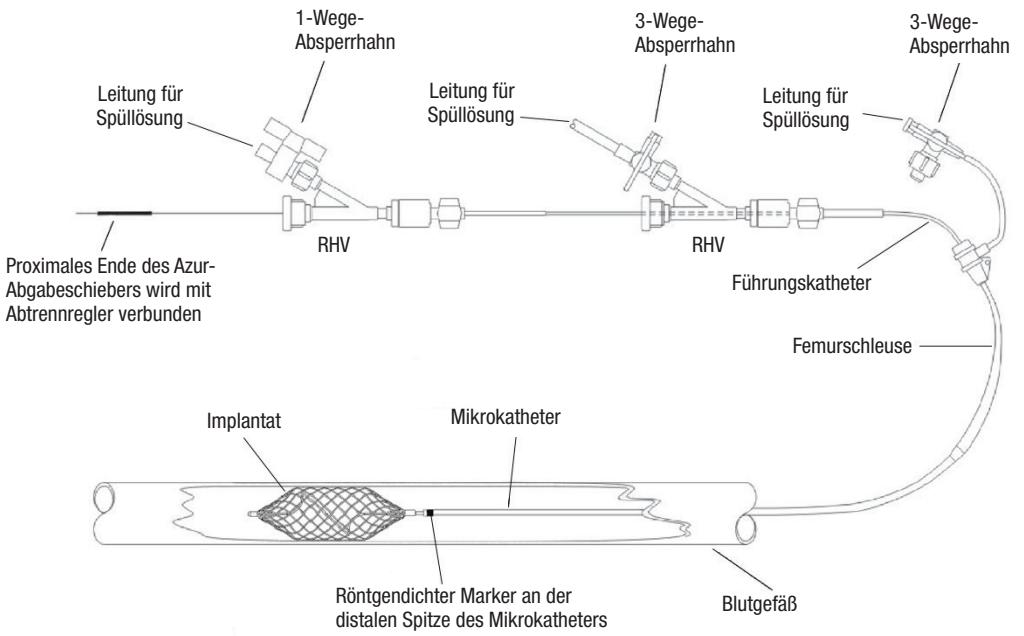

Abbildung 1 – Darstellung des Azur-System-Aufbaus
- Das Darstellung des Aufbaus ist in Abbildung 1 dargestellt.